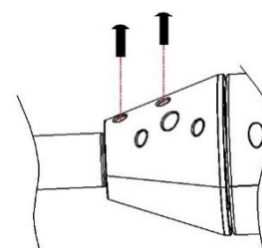

Fig. 6
4. Fissare l'unità principale serrando saldamente con le due viti fornite (Fig. 6).